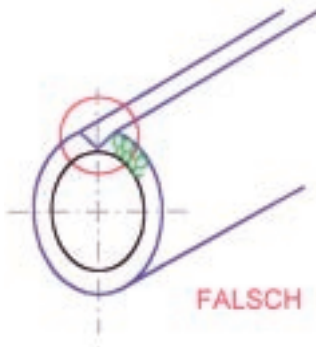

Bild 1
- Die Längs- und Querstöße müssen fugendicht verarbeitet sein (Bild 1, 4, 5).